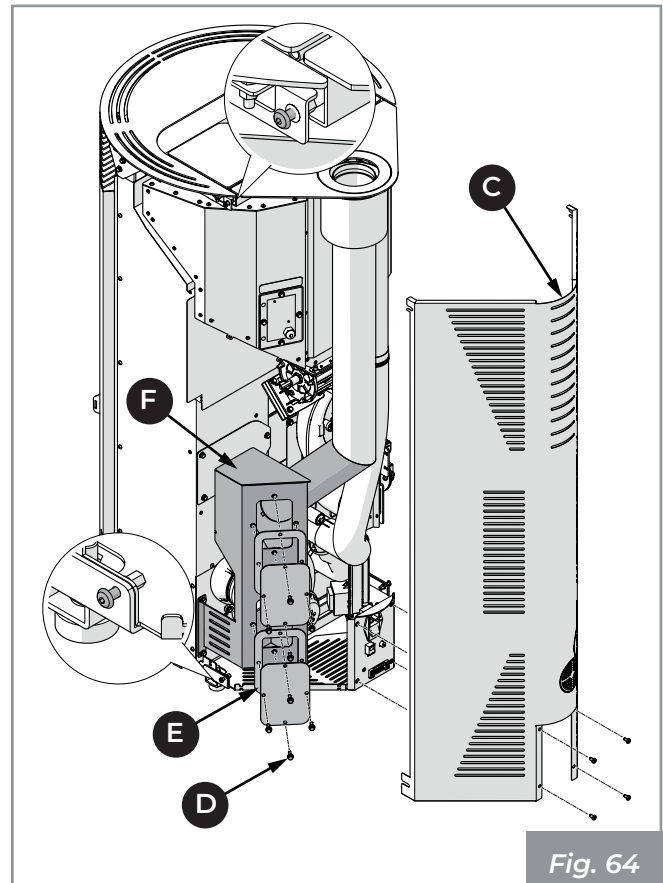

Fig. 64
- Smontare lo schienale della stufa (C) (Fig. 64).
- Svitare le viti (D) e rimuovere i tappi (E) per accedere al collettore fumi (F).